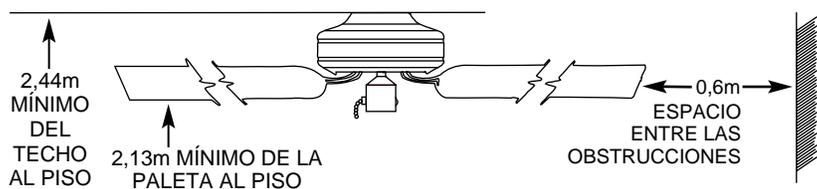

FIGURA 1
B. Se incluyen herramientas de instalación para pared standard o techo de yeso. Necesitará una caja de transformador de salida de 100mm X 38mm o de 100mm X 12,5mm (2) tapas protectoras para alambre estos se pueden comprar en cualquier ferretería o tienda de materiales eléctricos.
C. Las pas del ventilador se deben montar a 2,13m sobre el nivel del suelo. Para máxima eficiencia no deben tener obstrucciones (paredes, postes, etc.) por un espacio de 0,6m. de la punta de las pas. Ver Figura 1 para la distancia de montadura.